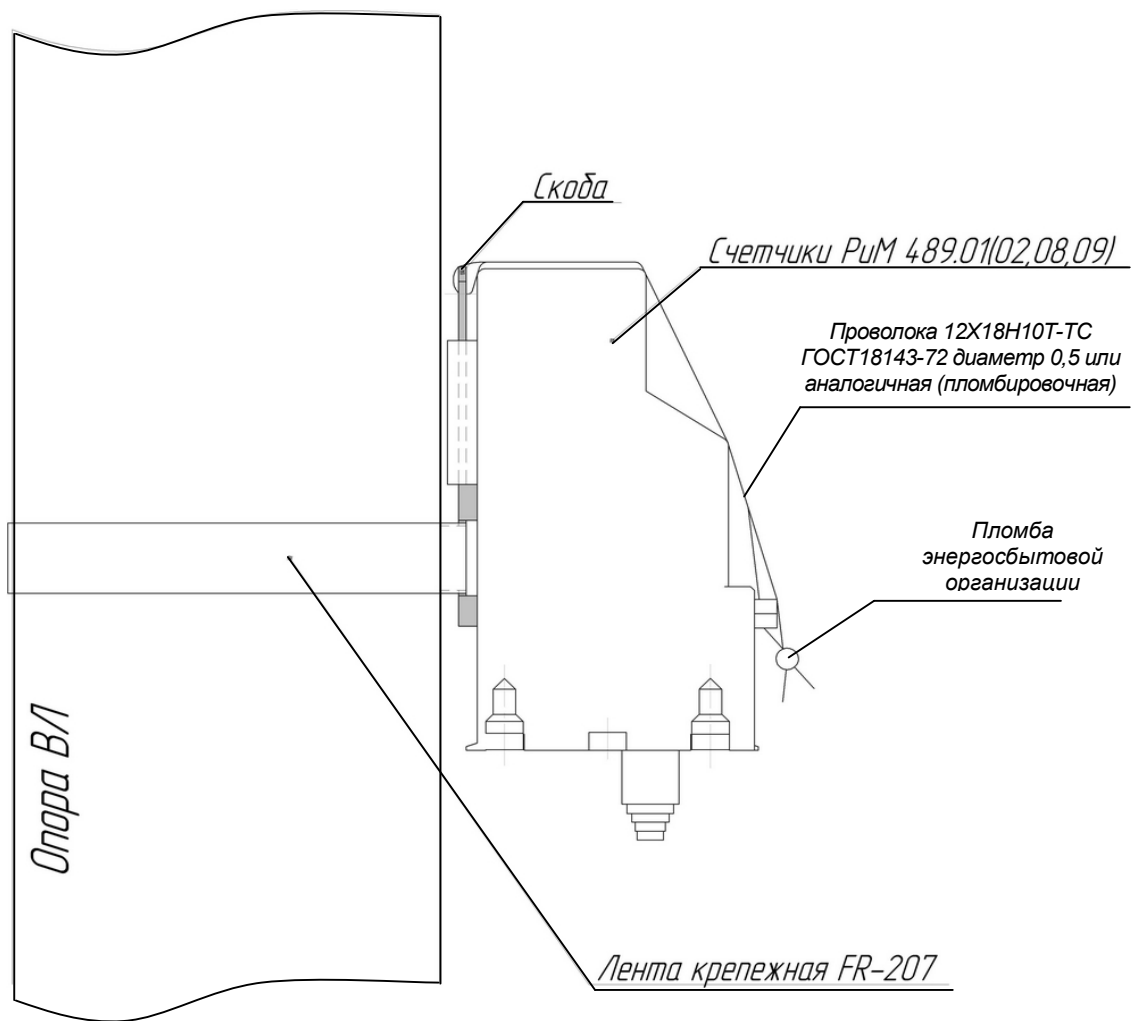

Рисунок 9 – Схема крепления счетчиков РИМ 489.01, РИМ 489.02, РИМ 489.08, РИМ 489.09 на опору ВЛ и пломбирования пломбой Энергосбытовой организации.
- f) прикрепить скобу для крепления счетчика к опоре ВЛ при помощи крепежной ленты (см. рисунок 9);
- g) надеть счетчик на скобу, предварительно продев в отверстие скобы отрезок пломбировочной проволоки ( $400 \pm 50$ ) мм для крепления счетчика на опоре в вертикальном направлении и навешивания пломбы энергосбытовой организации (см. рисунок 9);
- l) установить задвижку, закрывающую клеммы счетчика, и опломбировать ее пломбой энергосбытовой организации с использованием пломбировочной проволокой, продетой через отверстие скобы (см. п.7, рисунок 9);